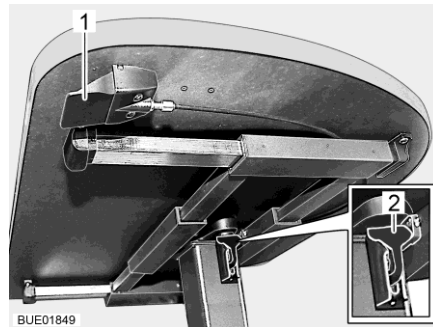

Fig. 93 Tavolo rialzabile con tasto di sblocco
- Tirare o spingere la leva di serraggio (Fig. 93,2) verso il basso.
- Premere verso l'alto la leva di serraggio (Fig. 93,2).
- Premere e tenere premuto il tasto di sblocco (Fig. 93,1). Il piano del tavolo va automaticamente verso l'alto fino al fine corsa.
- Rilasciare il tasto di sblocco (Fig. 93,1). Il piano del tavolo rimane nella posizione selezionata.
- Premere e tenere premuto il tasto di sblocco (Fig. 93,1).
- Rilasciare il tasto di sblocco (Fig. 93,1). Il piano del tavolo rimane nella posizione più bassa.